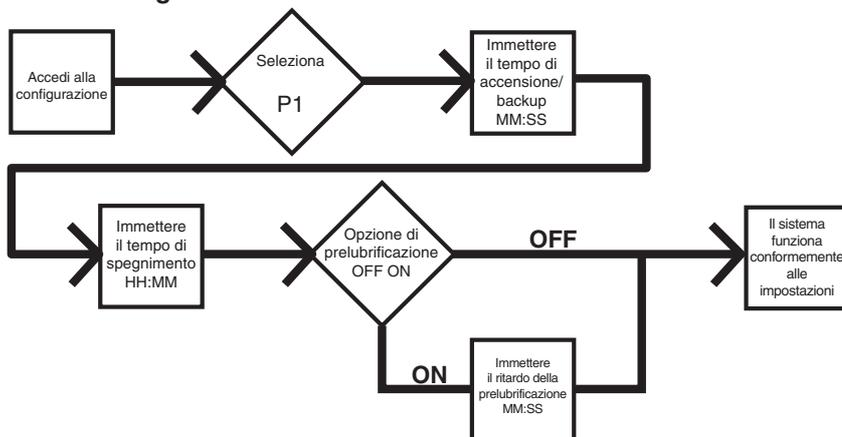

**FIG. 31**
2. Far funzionare la pompa solamente finché il lubrificante non fuoriesce dal raccordo dell'elemento privo di aria (FIG. 31).